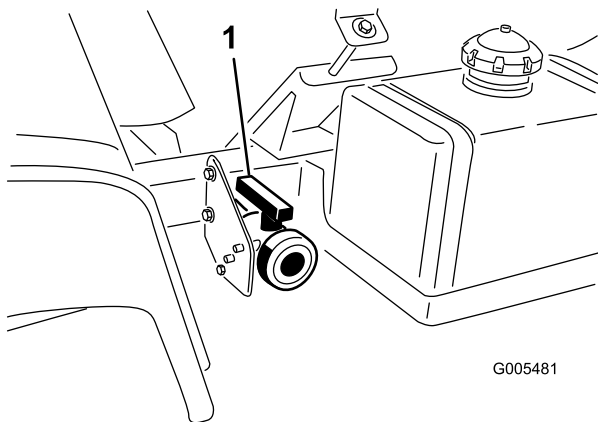

Bild 25
2. Ermitteln Sie das Ablassventil des Behälters an der linken Seite der Maschine (Bild 25). Das Ventil befindet sich am Rahmen vor dem Kraftstofftank.